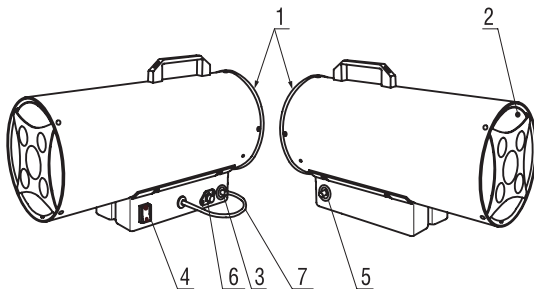

Рисунок 1. Устройство изделия на примере 32.130
1. Установите выключатель вентилятора 4 (рис.1) в положение «Вкл.».
3. Нажмите кнопку газового клапана 3 (рис.1) и одновременно многократно нажмите кнопку пьезоэлектрического поджига 5 (рис.1) до тех пор, пока не загорится пламя горелки. Когда зажигание сработало, продолжайте держать кнопку газового клапана ещё примерно 10 секунд.
6. Если зажигание затруднено или нерегулярно, прежде чем повторять действие, следует убедиться, что вентилятор не заблокирован, а воздухозаборник 1 (рис.1) и сопло выхода горячего воздуха 2 (рис.1) свободны.
2. После того как пламя погасло, установите выключатель вентилятора 4 (рис.1) в положение «Выкл.».
2. Для данного режима работы необходимо отсоединить газопроводящую трубку 6 (рис.1) от тепловой пушки.
3. Установите выключатель вентилятора 4 (рис.1) в положение «Вкл.».